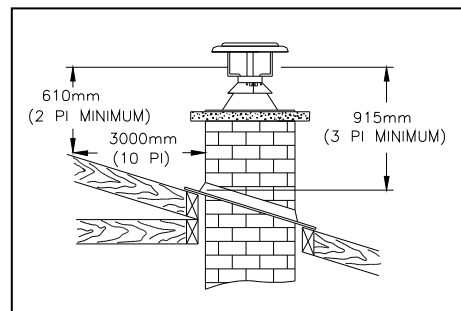

Figure 1
4. Le chapeau d'évacuation du conduit de tubage doit dépasser d'au moins 915 mm (3 pi.) le point de contact entre la cheminée et le toit. Il doit surplomber d'au moins 610 mm (2 pi.) tout mur, toit ou édifice adjacent dans un rayon de 3 m (10 pi.) (fig.1).